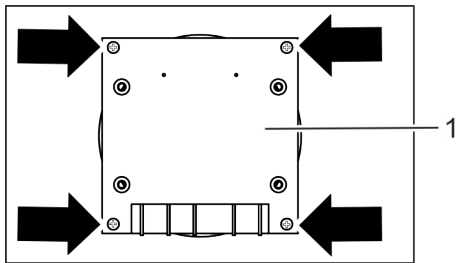

Abb. 3: Aktor (Empfänger) montieren
1. Den Aktor (Empfänger) (Abb. 3/1) in die Montageplatte am Boiler einsetzen.
2. Die 4 Schrauben am Aktor (Empfänger) festdrehen (Abb. 3).